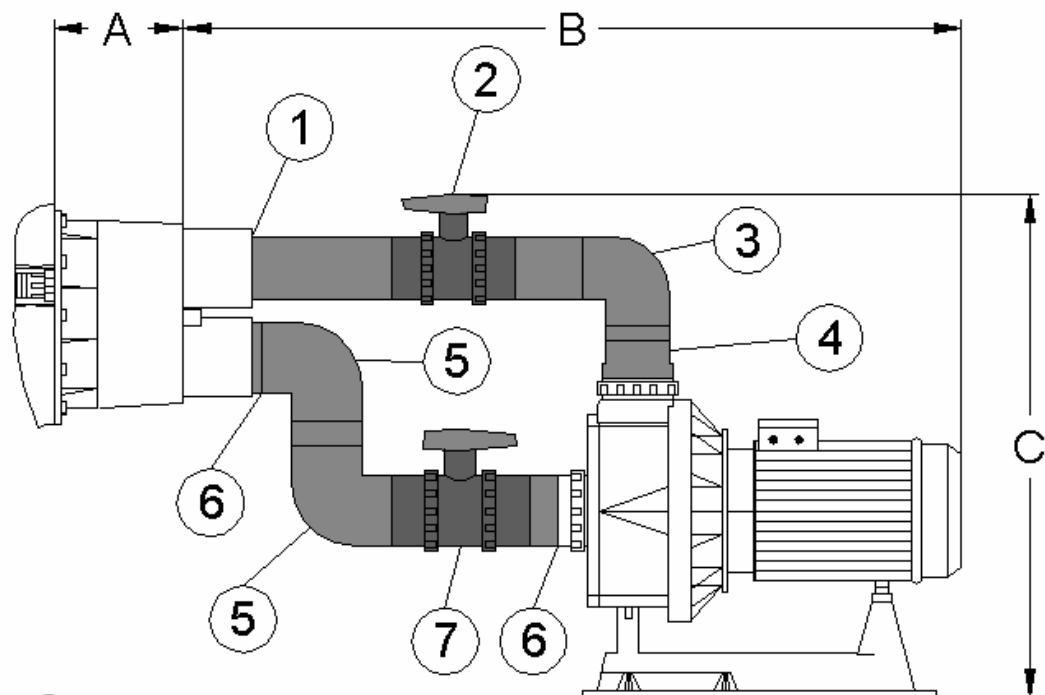

Fig. 6
-Coller la bride réduite de 75x63mm. (n°1 fig. 6) sur la prise d'impulsion du boîtier (voir fig. 6).
-Coller un tube de 63mm. Ø* à la bride réduite (n°1, fig. 6).
-Coller la valve de 63mm. Ø (n°2 fig.6) au tube de 63mm. Ø*.
-Coller le coude de 63mm.Ø (n°3, fig. 6) au tube de 63mm.Ø*.
-Coller le coude de 63mm. Ø (n°3, fig. 6) au coude (n°3 fig. 6).
-Coller la réduction conique 90/75/63mm. (n°4 fig. 6) au tube de 63mm. Ø* et au raccord de la pompe de 90mm. Ø.
-Coller la bride réduite de 90x75mm. (n°6, fig6) sur la prise d'aspiration du boîtier (voir fig. 6).
-En utilisant un tube de 75mm. Ø* coller un coude de 75mm Ø. (n°5 fig. 6) à la bride réduite (n°6, fig.6).
-En utilisant un tube de 75mm. Ø* on unira l'autre coude déjà collé (voir fig. 6).
-Coller la valve de 75mm. Ø (n°7 fig.6) au coude (n°5, fig 6) en utilisant un tube de 75 mm. Ø* pour les réunir.
-Coller un tube de 75mm. Ø* à la valve (n°7 fig. 6).
-Coller une bride réduite 90x75mm /n°6 fig. 6) au tube de 75mmØ* et au raccord de la pompe de 90mm.Ø.